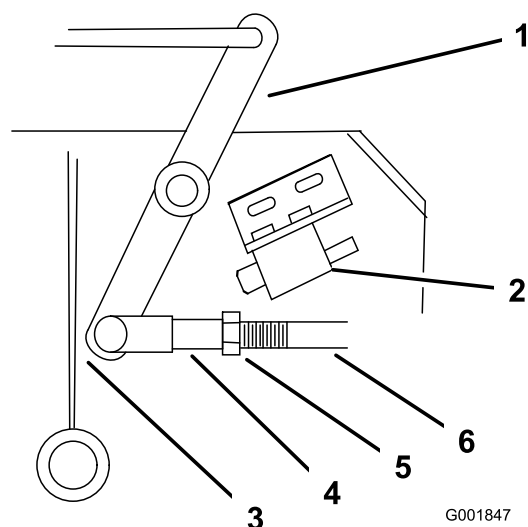

Figure 41
4. Ajustez la longueur de la timonerie de sorte que l'extrémité la plus basse du levier coudé passe juste le renfort de support de l'essieu (Figure 41).
9. Desserrez l'écrou contre la chape (Figure 41).